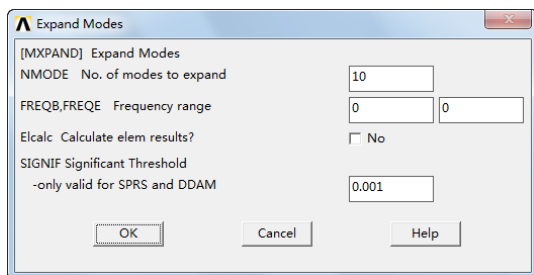

图 13-6 “Expand Modes”对话框
(3) 弹出“Expand Modes”对话框,如图 13-6 所示,填入想要跨展的模式或者频率范围,如果想计算应力,选择“Elcalc”选项,单击“OK”按钮。